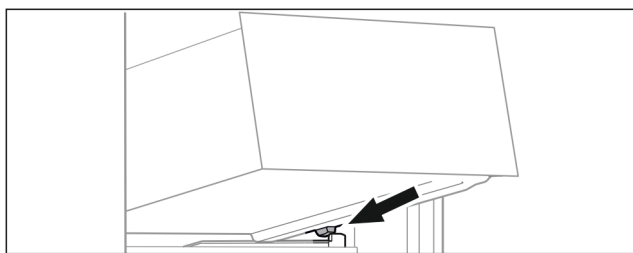

Fig. 28
- Sett skuffen på skrå bak stopperne på beholderribben. (se Fig. 28)